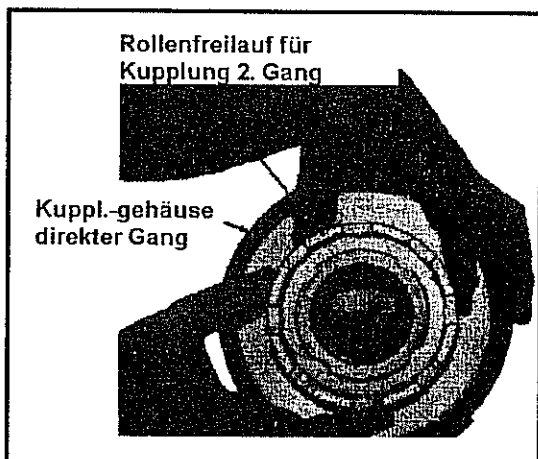

Abb. 10-79 Entfernen des äußeren Lagerrings der Rollenfreilaufkupplung
- Wie in Abb. 10-79 gezeigt den Rollenfreilauf der Kupplung 2. Gang entfernen.